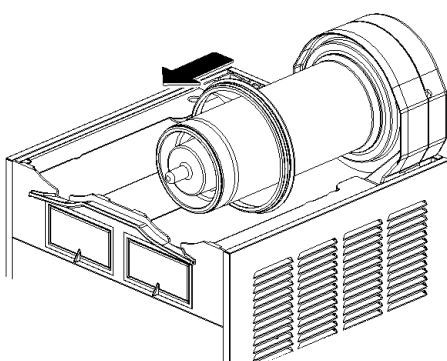

figura 10
- 4** Quitar de su alojamiento la junta del contenedor (ver figura 10).